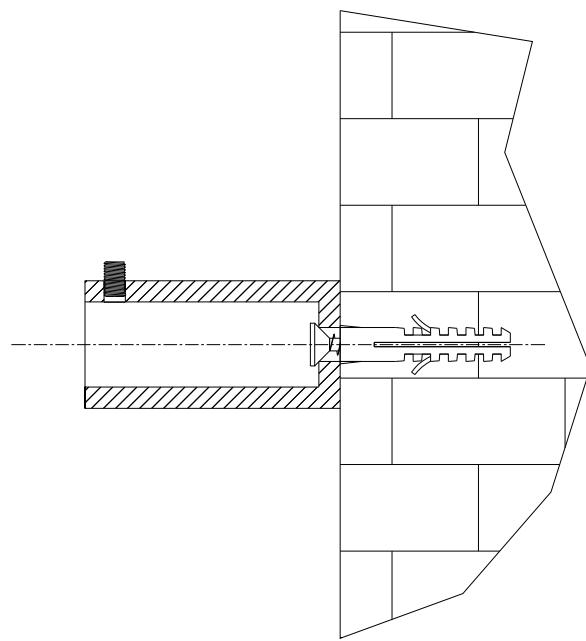

Fig. 4
3.6 Terminati i collegamenti idraulici chiudere “a porta” il radiatore contro la parete e fissare il perno nel cilindro di chiusura mediante la vite a brugola già montata nel cilindro come da Fig. 4.
3.6 Having completed the hydraulic connections, close the radiator against the wall in "door-like" fashion, and secure the pin to the closing cylinder with the Allen screw already mounted in the cylinder as shown in fig. 4.